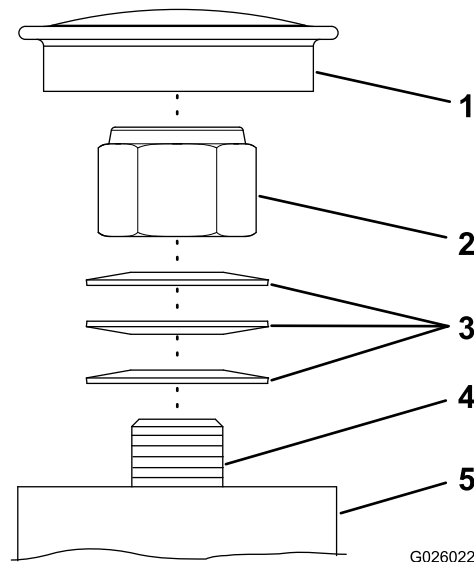

Figura 44
Nota: Si desmonta los cojinetes del pivote de las ruedas giratorias, asegúrese de instalar las arandelas elásticas según se indica en la Figura 44.
1. Retire el tapón antipolvo del buje de la rueda giratoria (Figura 44).
2. Apriete la contratuera hasta que las arandelas elásticas estén planas (Figura 44).
3. Gire la contratuera en sentido antihorario 1/4 de vuelta (Figura 44).
4. Coloque el tapón antipolvo (Figura 44).